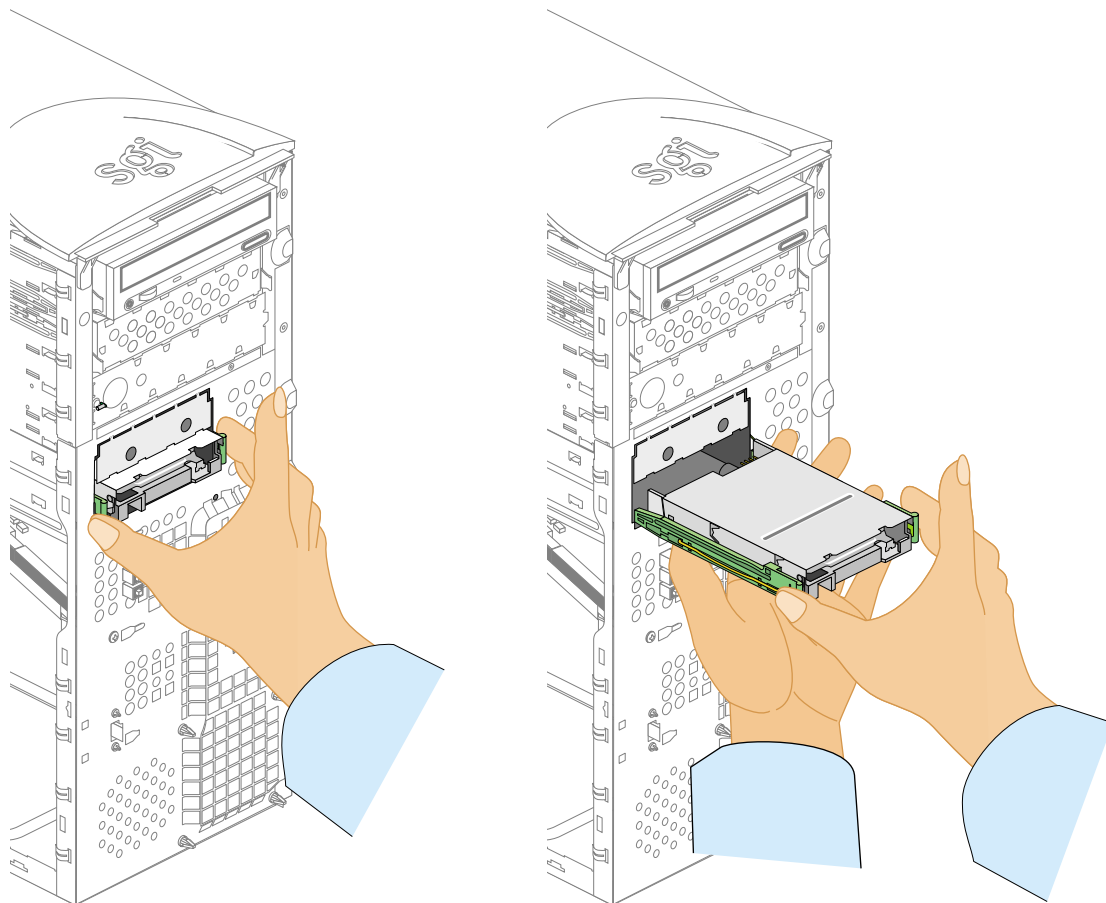

図2-11 ドライブベイからのドライブの取り外し
3. ドライブベイからドライブを取り外すには、ドライブの両側にあるドライブレールのプラスチック製の解除タブを押して、本体からドライブを引き出します。29ページの図2-11に、その手順を図示します（図2-11は3.5インチドライブの取り外しを図示していますが、5.25インチドライブの取り外しも同様です）。
3. ドライブベイから3.5インチドライブを取り外すには、ドライブの両側にあるドライブレールのプラスチック製の解除タブを押して、本体からドライブを引き出します。図2-11にその手順を図示します。